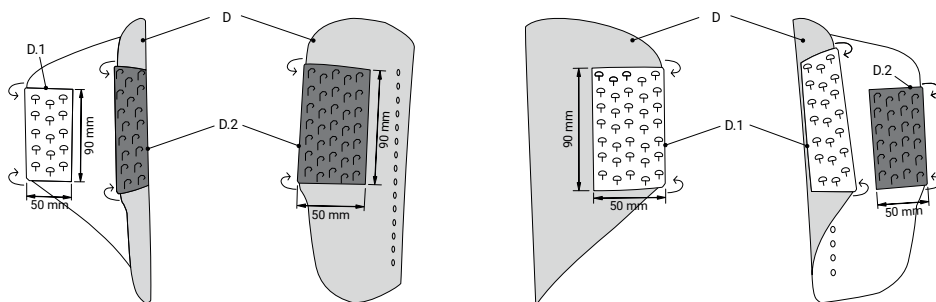

Figura 6: Carcasa izquierda
Retire la almohadilla antigua (E) y la correa superior (F.1 o F.2). Sustituya las antiguas tiras de velcro autoadhesivas fijadas en el interior y el exterior de la carcasa (D) por las nuevas tiras autoadhesivas blancas con cabeza de seta (D.1) y las tiras negras con ganchos (D.2) suministradas. Después de retirar las tiras antiguas, limpie la carcasa con un agente desengrasante, como Spiritus. Coloque las tiras como se muestra en la figura 6. Presione cada tira nueva con firmeza durante al menos 60 segundos. Fije la nueva almohadilla firmemente en la carcasa. Envuelva las correas de terciopelo cosidas de la almohadilla alrededor de los bordes delantero y trasero de la carcasa y presione las correas con firmeza en el exterior. Fije la correa superior en el exterior de la carcasa al terciopelo doblado de la almohadilla.